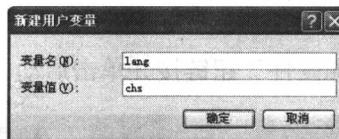

图 1-5 “新建用户变量”对话框
(4) 单击“新建”按钮，系统弹出“新建用户（系统）变量”对话框，如图 1-5 所示。输入变量名及值即可。对于简体中文而言，变量名为 lang（表示语言 language），值为 chs；对于繁体中文而言，变量名为 lang，变量值为 cht。